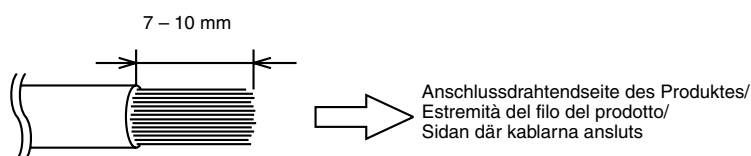

Abb.5/Fig.5/Bild 5
2. Entfernen Sie 7 – 10 mm der Isolation von den Enden der Drahtleitungen. (Abb. 5)
2. Rimuovete l'isolamento dalle estremità del filo di circa 7 – 10 mm. (Fig. 5)
2. Skala av isoleringen cirka 7 – 10 mm från kabeländarna. (Bild 5)